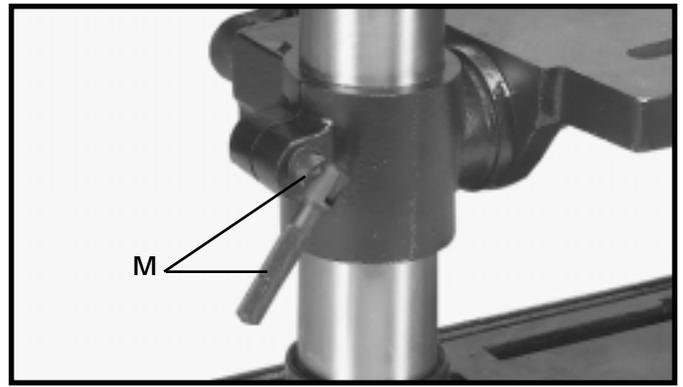

Fig. 12
7. Vissez le goujon fileté du levier de blocage du plateau (M) fig. 12, dans le trou à l'arrière du support du plateau, comme l'illustre la figure.